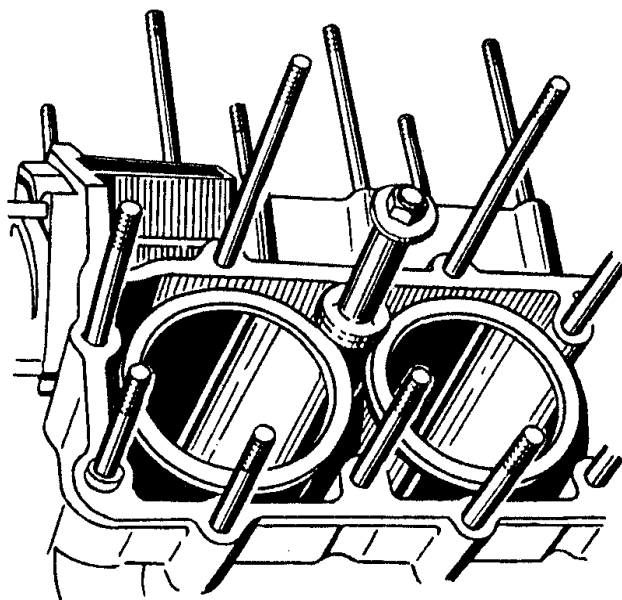

Рис.51. Закрепление гильз втулками - зажимами
20. При необходимости, вынуть гильзы цилиндров с прокладками. В противном случае, закрепить втулками-зажимами гильзы цилиндров в блоке цилиндров для предохранения их от выпадения (рис.51).